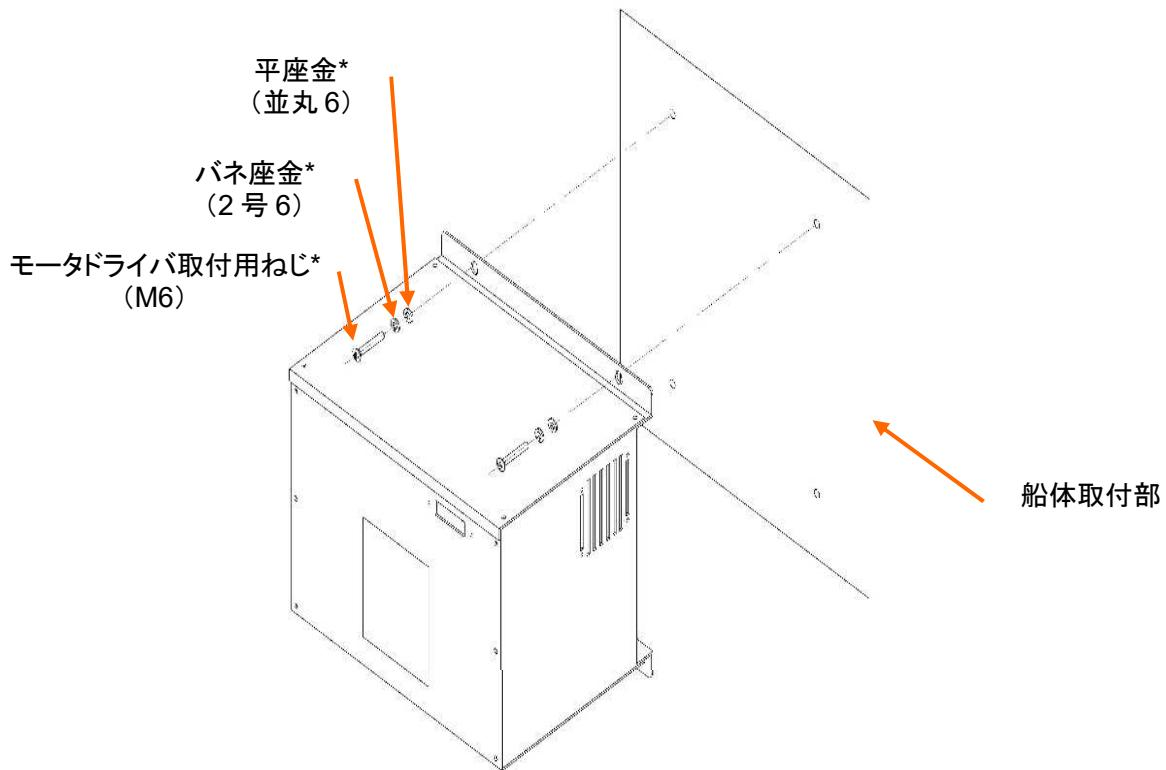

図 4-9 モータドライバ取付手順 2
- ② モータ ドライバの取付け穴にねじ頭を通して引っ掛けるようにして、モータ ドライバを取付けて下さい。(図 4-9 を参照して下さい。)